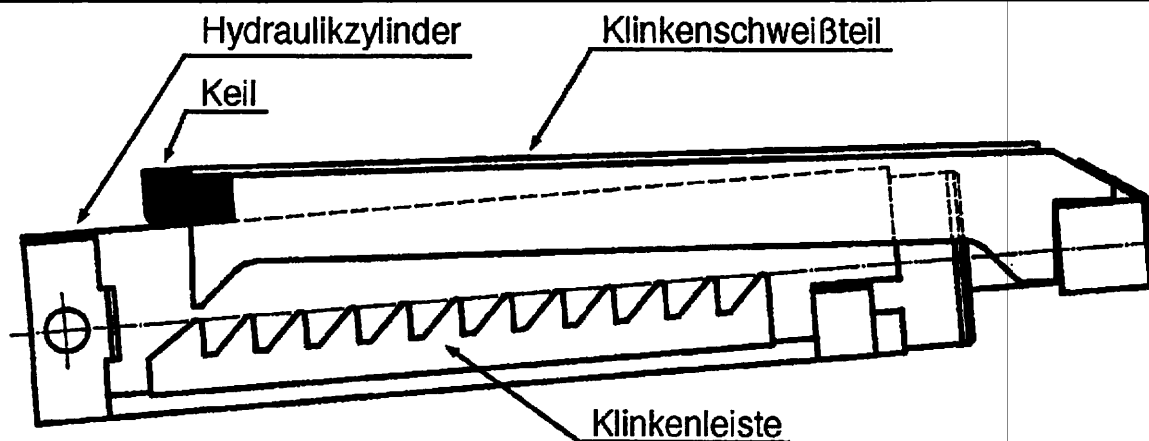

Bild 7: Entnehmen des Keils
- Absenkvorgang unterbrechen (Gewindestift zurückdrehen und anziehen), sobald der letzte Zahn der Klinkenleiste am Hydraulikzylinder (siehe Bild 7) und der letzte Zahn an der Klinkenleiste zwischen den Hubscheren überfahren ist und die Vorrichtung nicht mehr einrasten kann.